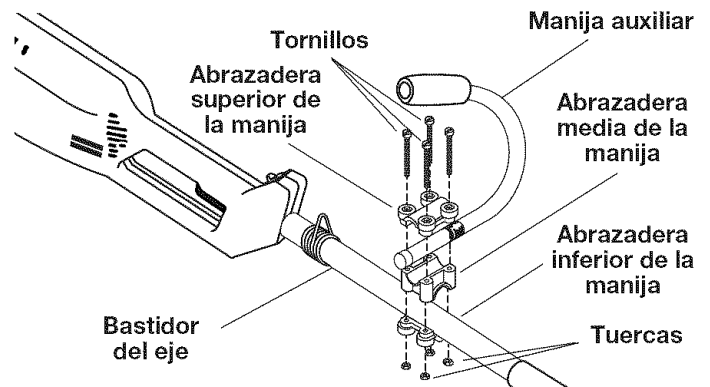

Fig. 1
1. Coloque la manija auxiliar entre la abrazadera superior y la abrazadera media (Fig. 1).
2. Mientras sostiene las tres piezas juntas, instale los cuatro (4) tornillos a través de la abrazadera superior y en la abrazadera media.